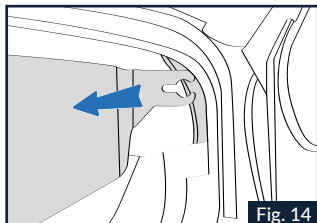

Fig. 14
3.2. Agarre la parte lateral izquierda de la pantalla parasol y tire de esta hacia el exterior del casco (véase Fig. 14)
4.2 Introduzca el extremo izquierdo de la pantalla parasol en la guía hasta que quede completamente trabado en el alojamiento de la calota (Fig. 14).